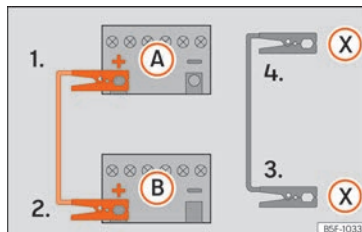

Abb. 164 Anschlussplan für Fahrzeuge mit Start-Stopp-System.
Starthilfekabel nur in folgender Reihenfolge an-klemmen 1 > 2 > 3 > 4 »» (Abb. 164).
Fahrzeuge mit Start-Stopp-System: Klemmen Sie ein Ende des schwarzen Starthilfekabels (X) an einen geeigneten Masseanschluss, ein massives, fest mit dem Motorblock verschraubtes Metallteil oder an den Motorblock selbst »» (Abb. 164).
5. Klemmen Sie das andere Ende des schwarzen Starthilfekabels (X) im Fahrzeug mit der entladenen Batterie an ein mit dem Motorblock verschraubtes, massives Metallteil oder an den Motorblock selbst, aber so weit wie möglich von der Batterie A entfernt an.